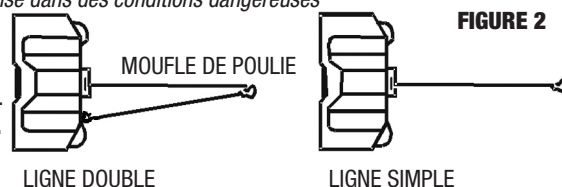

FIGURE 2
- 3. USE A PULLEY BLOCK FOR HEAVY LOADS.** To maximize Winch and wire rope life, use a pulley block (not included) to double line heavier loads. (**See FIGURE 2**) (See www.keeperwinches.com for part number **KWA14512**) Always use a pulley block that is rated twice the capacity of the winch.
D'EFFECTUER DES TRACTIVE PROLONGÉES DE CHARGES LOURDES ! Toute surcharge peut endommager le treuil et/ou le câble métallique et créer des conditions d'exploitation dangereuses. POUR LES CHARGES DÉPASSANT 75 % DE LA CAPACITÉ NOMINALE DU TREUIL, NOUS RECOMMANDONS D'UTILISER UN MOUFLE DE POULIE (non compris) POUR DOUBLER LE CÂBLE MÉTALLIQUE. (FIGURE 2). Cela réduit la charge du treuil, la contrainte exercée sur le câble métallique et le système électrique.
- 3. UTILISEZ UN MOUFLE DE POULIE POUR LES CHARGES LOURDES.** Pour obtenir la durée de service maximale du treuil et du câble métallique, utilisez un moufle de poulie (non compris) pour doubler la ligne avec les charges lourdes. (**Voir la FIGURE 2.**) (Voir www.keeperwinches.com relativement au modèle ayant le numéro de référence **KWA14512.**) Utilisez toujours un moufle de poulie ayant une capacité nominale double de la capacité du treuil.